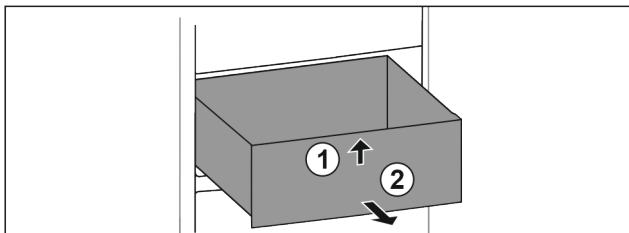

Fig. 118
- Sollevare il cassetto dal davanti. Fig. 118 (1)
- Rimuovere il cassetto tirandolo in avanti. Fig. 118 (2)